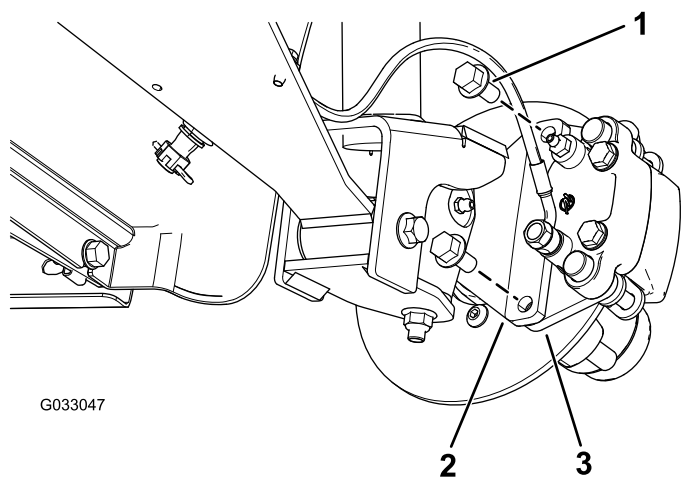
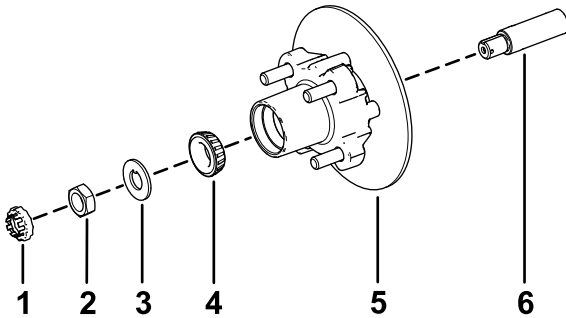

Figure 29
Figure 33
3. Retirez les boulons à embase ($\frac{3}{8}$ x $\frac{3}{4}$ po) qui fixent le support du frein à la fusée et séparez le frein de la fusée (Figure 29).
1. Appliquez une fine couche de la graisse spécifiée sur la fusée (Figure 33).
2. Montez le moyeu et le disque sur la fusée, en plaçant le disque à l'intérieur (Figure 33).
3. Montez le roulement extérieur sur la fusée et poussez-le contre la bague extérieure (Figure 33).
4. Placez la rondelle à languette sur la fusée (Figure 33).
5. Vissez l'écrou de fusée sur la fusée et serrez-le à 15 N·m (11 pi-lb) tout en tournant le moyeu pour asseoir le roulement (Figure 33).
2. Placez les plaquettes de frein de chaque côté du disque (Figure 29), puis alignez les trous du support d'étrier et les trous du support de frein sur le porte-fusée (Figure 33).
3. Fixez le support d'étrier au porte-fusée (Figure 29) à l'aide des 2 boulons à embase ($\frac{3}{8} \times \frac{3}{4}$ po). Serrez les 2 boulons à embase à un couple de 47 à 54 N·m (35 à 40 pi-lb).